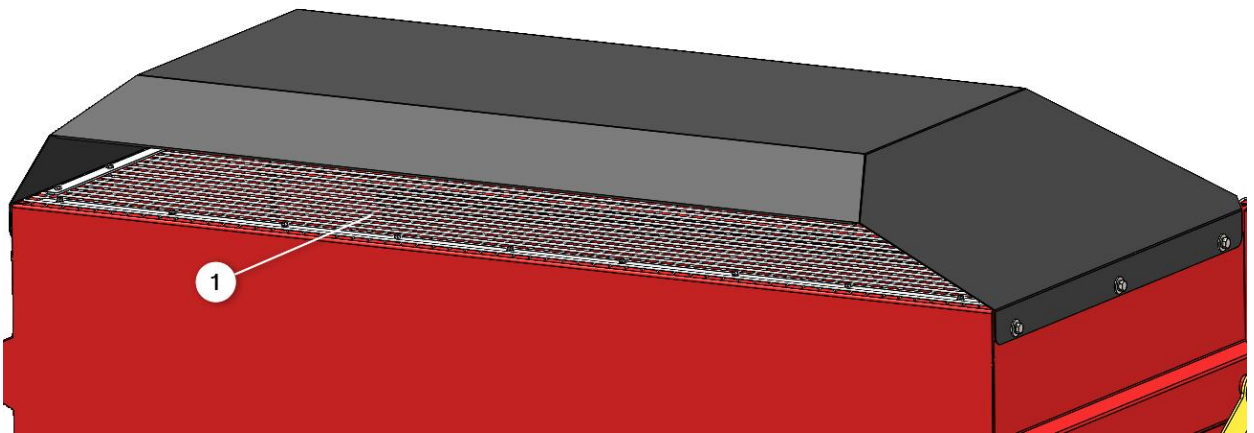

Fig. 16
Let er extra op dat de luchtafvoeropening (1) van de opvangbak schoon blijft, aangezien dit erg belangrijk is voor een goede werking van de machine (Fig. 16).